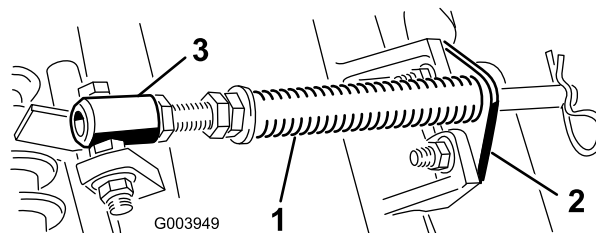

Figura 4
- A. Togliete i due bulloni a testa tonda e i dadi che fissano la staffa dell'asta alle alette degli elementi di taglio (Figura 4).
- B. Togliete il dado flangiato che fissa il bullone del tubo della molla all'aletta del telaio portante (Figura 4). Staccate il gruppo.
- C. Montate il bullone del tubo della molla sull'aletta opposta, sul telaio portante, e fissatelo con il dado flangiato. La testa del bullone deve essere posta sul lato esterno dell'aletta, come illustrato nella Figura 4.